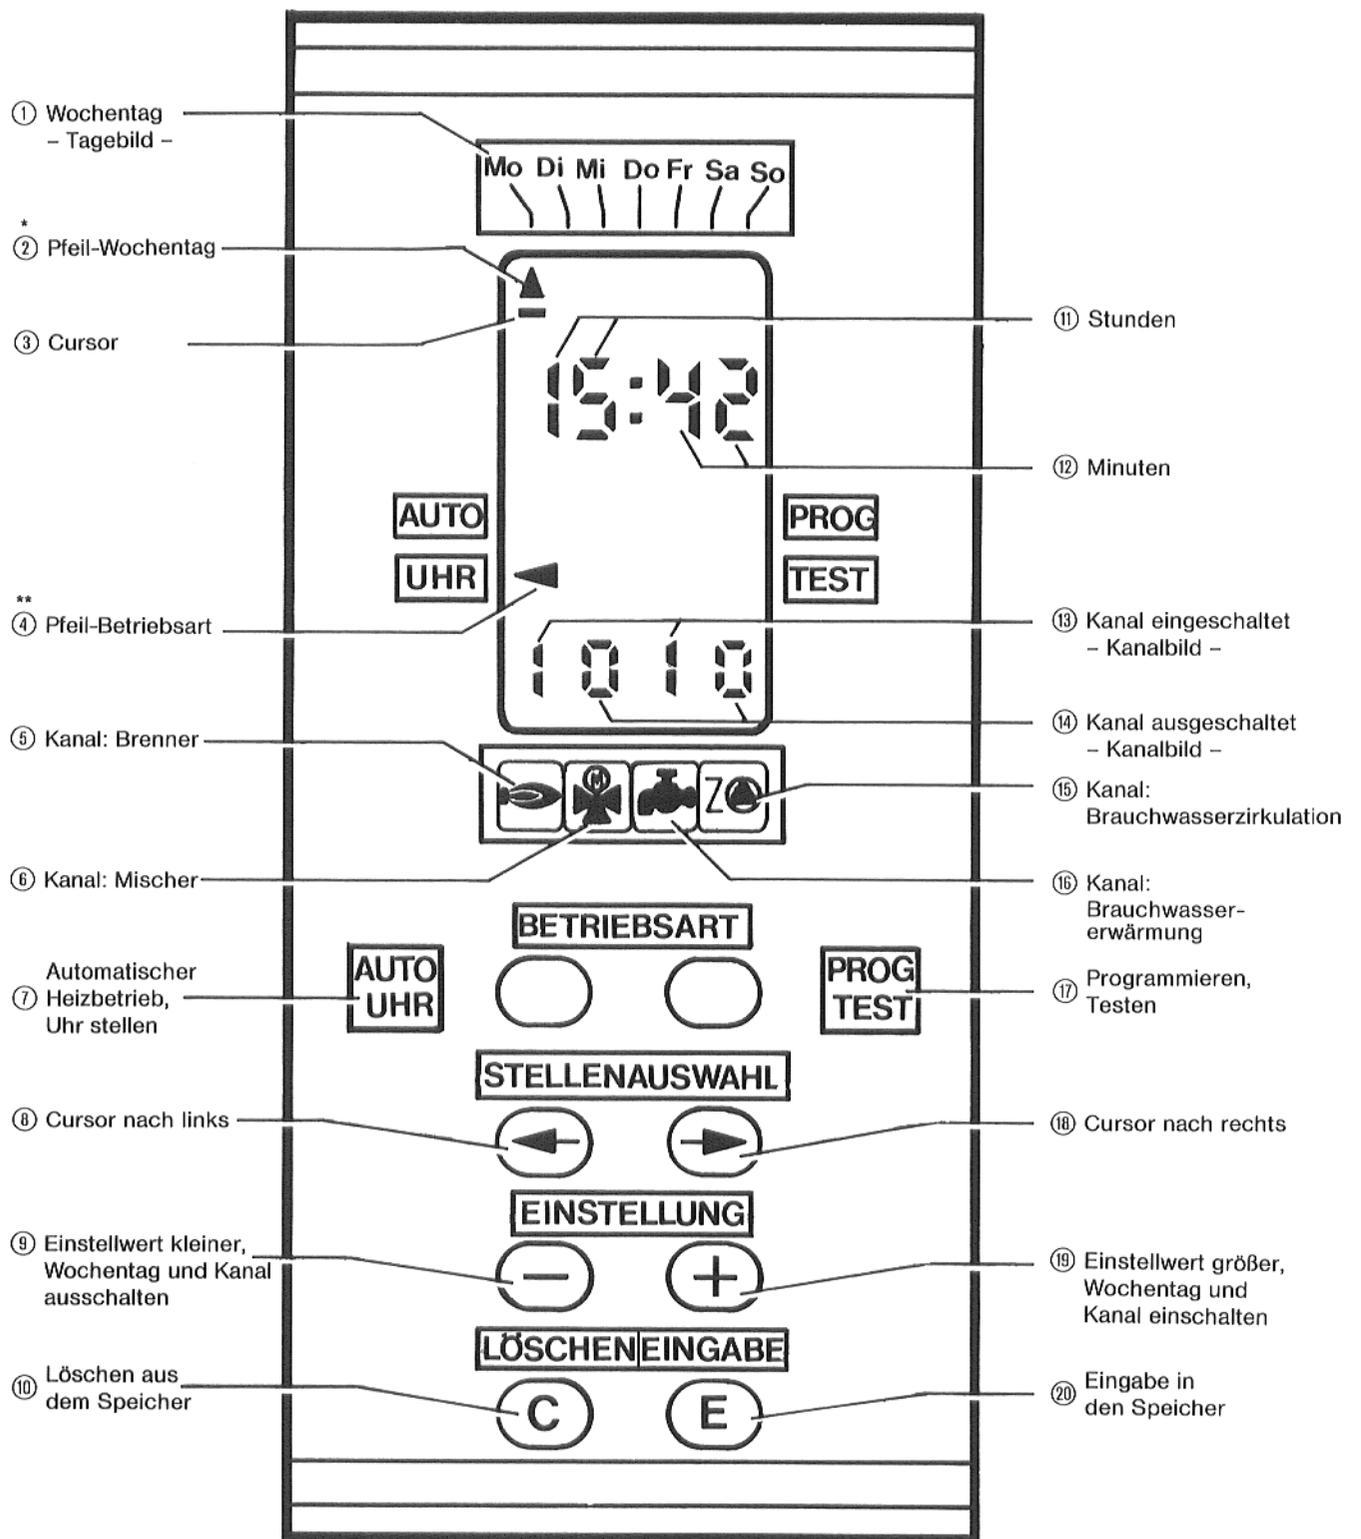

Abb. 1 - Zusätzliche Erklärungen siehe Punkt 2
** = Mit dem Pfeil ④ wird wahlweise eine der vier Betriebsarten angezeigt.
2. Tasten, Frontplatte und Display* (Abb. 1)
Kennziffer Abb. 1.